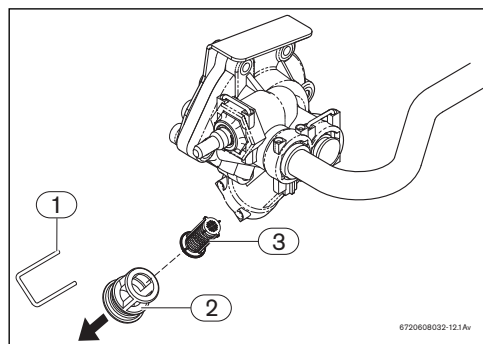

Fig. 9 Purger
- ▶ Retirer le verrou de fixation du capuchon filtre (Fig. 9, [no. 1]) se trouvant dans la valve eau.
- ▶ Retirer le capuchon filtre (Fig. 9, [no. 2]) de la valve eau.